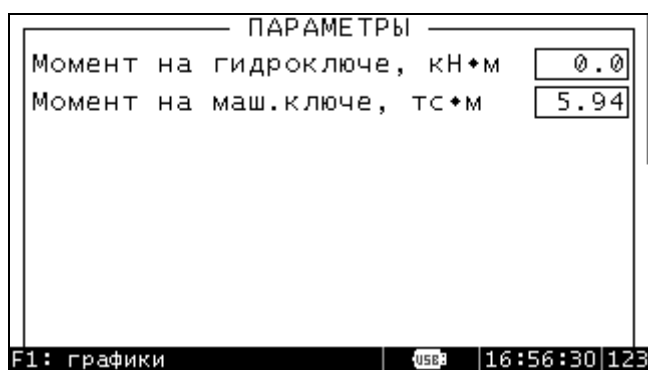

Рис. 5. Режим списка параметров.
2.3.3.3 В Режиме списка параметров (рис. 5) возможен просмотр списка всех параметров и их текущих значений. Перемещение по списку осуществляется с помощью кнопок "↑" и "↓". Нажатие кнопки "ENTER" приводит к переходу в Режим индикации основного параметра с выводом на дисплей выделенного параметра.
2.3.3.5.2.1 "Установка нуля...". Данная команда позволяет обнулить значение любого параметра без ограничений. При выполнении этой команды на дисплей выводится список параметров и их текущих значений (см рис. 5). Выбор параметра осуществляется с помощью стрелок, нажатие кнопки "ENTER" сбрасывает значение выделенного параметра в ноль.